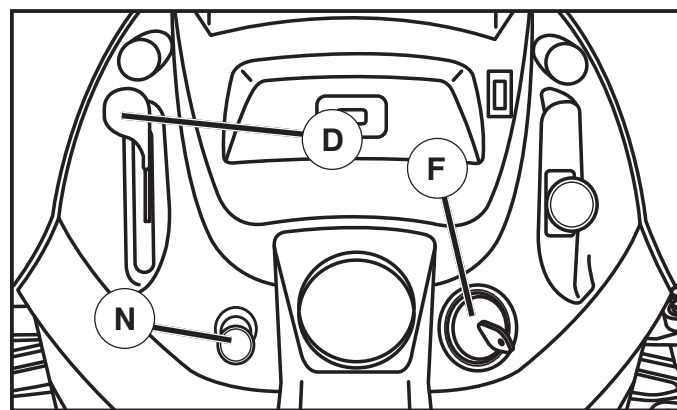

Fig. 19
- Mueva el control de la aceleración (D) a la posición de lento.
- Gire la llave de ignición (F) a la posición de apagado "STOP" y remueva la llave al abandonar el tractor para evitar el uso no autorizado.
### PARA USAR EL CONTROL DE LA ACCELERACIÓN (D) (Vea Fig. 19)
### PARA USAR EL CONTROL DE ESTRANGULACIÓN (N) (Vea Fig. 19)